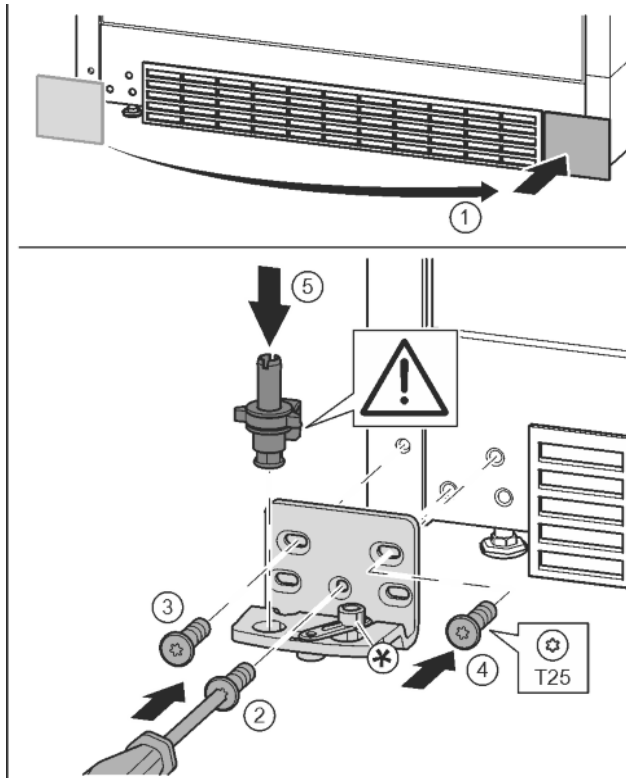

Fig. 15
- ▶ Enlever le cache et le mettre de l'autre côté. Fig. 15 (1)
- ▶ Poser le support de palier de l'autre côté et le visser à l'aide d'un tournevis T25. Commencer par la vis 2 en bas au milieu. Fig. 15 (2)
- ▶ Visser les vis 3 et 4. Fig. 15 (3, 4)
- ▶ Mettre en place l'axe de palier complet. Veiller à ce que l'ergot d'enclenchement soit orienté en arrière. Fig. 15 (5)